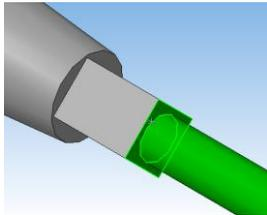
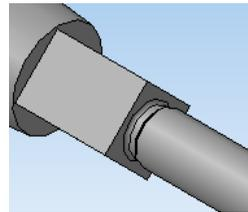

Рис. 17
Рис. 18
9.3 Щелчком мыши выбрать на детали ребро между торцом призмы и цилиндром (см. рис. 17), и нажать кнопку **Создать объект** / Применить/ Стоп / Отмена (см. рис. 18).